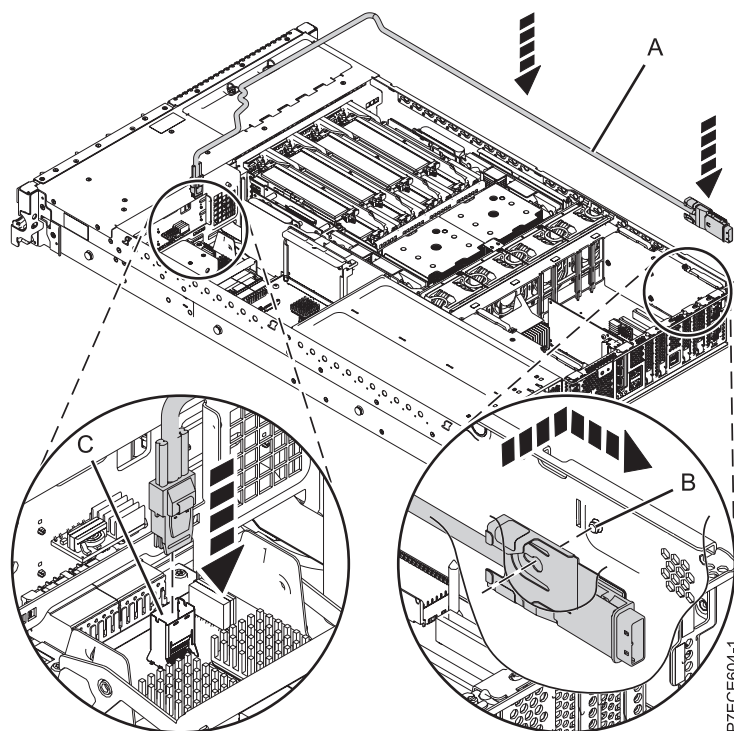

Figura 25. Sustitución del cable SAS
3. Conecte el mini conector SAS del cable SAS al puerto de conexión SAS interno (C) de la tarjeta intermediaria de almacenamiento hasta que encaje en su sitio. Consulte Figura 25 en la página 43.
4. Pase el cable (A) por delante del receptáculo elevador de memoria y a lo largo del canal de la pared lateral hasta que el conector de puerto SAS esté cerca de la apertura de la parte posterior del chasis.
5. Alinee y guíe la ranura de la abrazadera del conector de puerto SAS (B) por encima de la patilla de guía del chasis. A continuación, deslice el conector de puerto SAS en el orificio de la parte posterior del chasis hasta que la pestaña de la abrazadera encaje en su sitio.